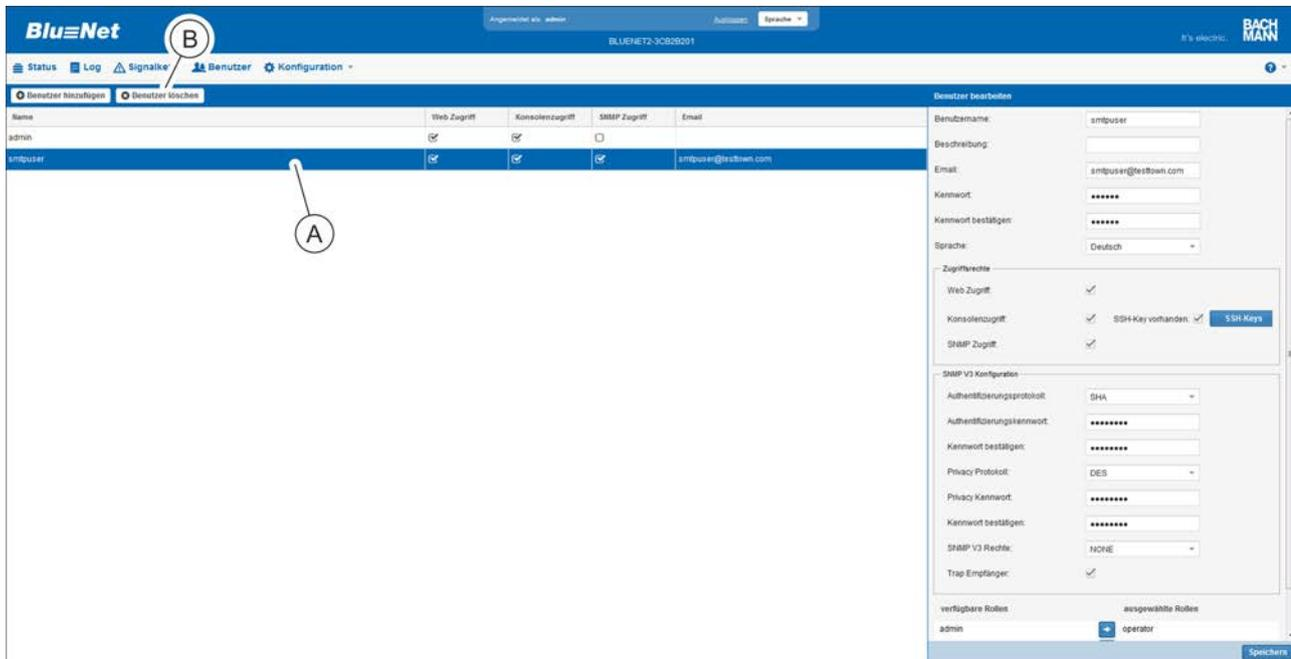

Abb. 242: Menü "Benutzer"
2. Gewünschten Benutzer auswählen (Abb. 242/A) und die Schaltfläche „Benutzer löschen“ (Abb. 242/B) anklicken.